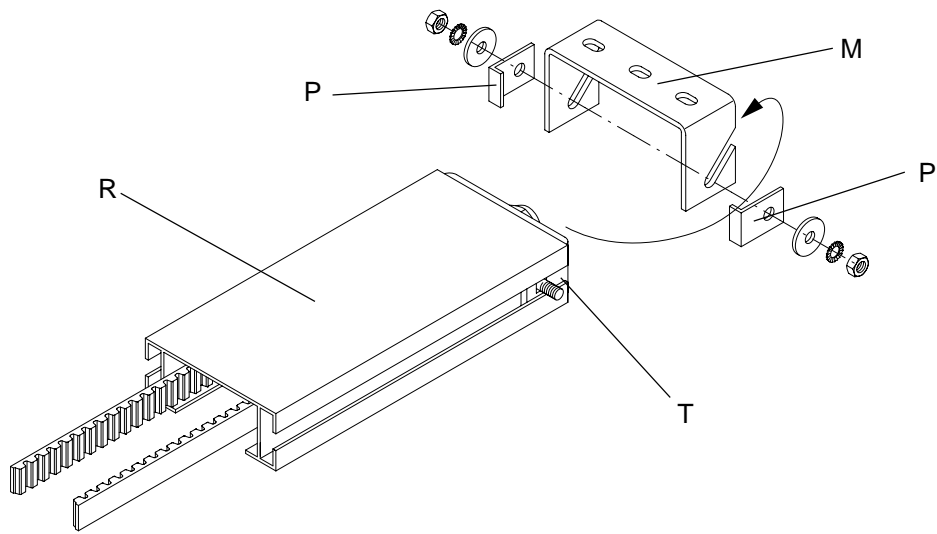

Fig.6
**N.B.:** Nel caso di montaggio secondo fig. 6 lo spazio min. tra porta e soffitto deve essere di 75 mm.
**P.N.** In case the assembling is made to fig. 6, the min. space between door and ceiling must be 75 mm.
**Anmerkung.** Bei Montage nach Bild 6 muß der Mindestabstand zwischen Tor und Decke 75 mm betragen.
**N.B.** *Dans le cas d'un montage selon la fig. 6, l'espace minimum entre la porte et le plafond doit être de 75 mm.*
**NOTA:** En el caso del montaje según la fig. 6 el espacio mínimo entre la puerta y el techo debe ser de 75 mm.